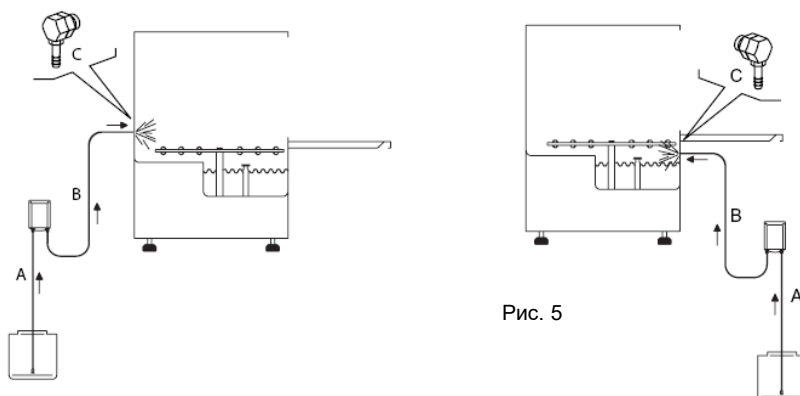

Рис. 5
- Подсоедините трубку забора ополаскивателя к соответствующему штуцеру дозатора (см. рис. 5, А).
- К другому штуцеру дозатора подсоедините трубку подачи ополаскивателя; второй конец трубки подсоедините к штуцеру подачи ополаскивателя. Соедините трубкой (В) нагнетательный штуцер дозатора и штуцер инжектора (см. рис. 5, В).